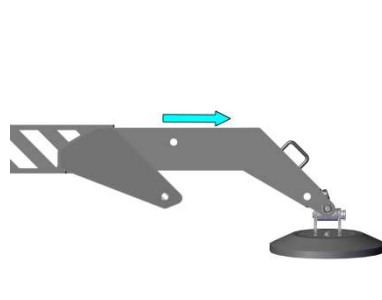

Abbildung 37
- Schieben Sie anschließend das Knickteil von Hand vollständig bis zum Endanschlag aus (siehe Abbildung 37).